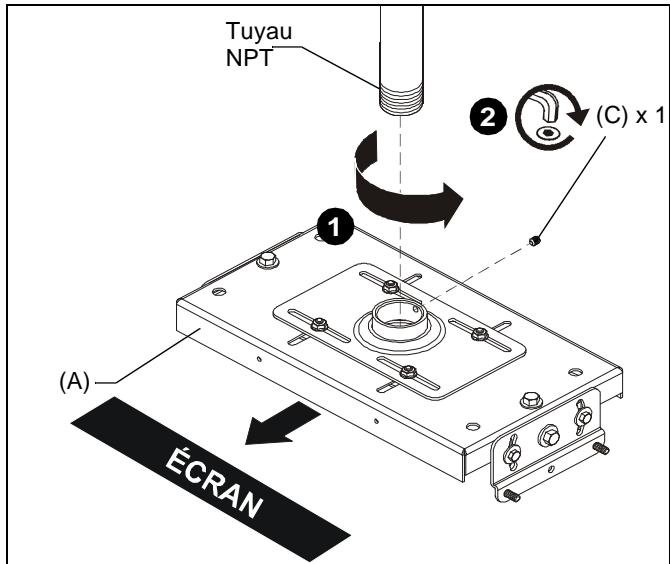

Figure 1
1. Enfilez le support VCM (A) sur le tuyau NPT de 1-1/2" en serrant bien avec un minimum de quatre filets engagés. (Voir la Figure 1)
**REMARQUE :** Assurez-vous que le bord long du support VCM est parallèle à l'écran. (Voir la Figure 1)
2. Serrez la vis de calage 5/16-18 x 3/8" (C) dans le collier fileté de montage du VCM pour empêcher le VCM de bouger. (Voir la Figure 1)